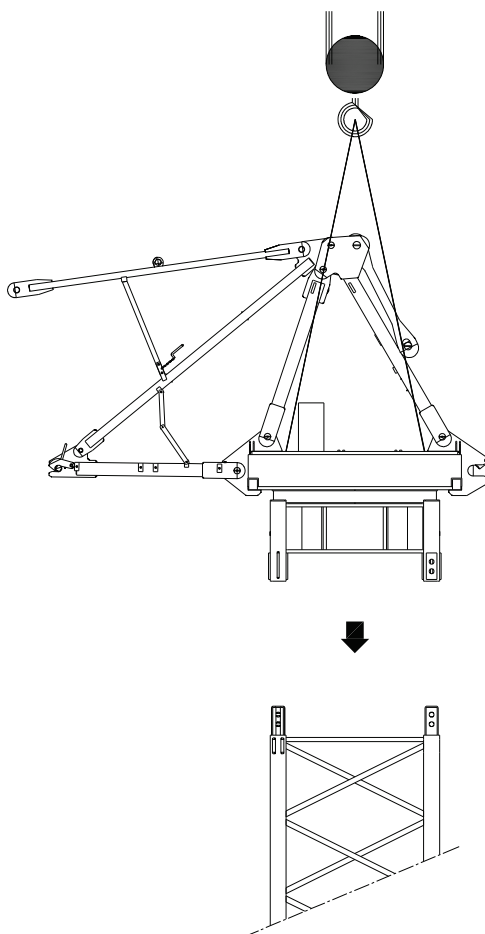

Fig.22
2.3.1. Com a auto grua elevar o cabeçote pelos 4 pontos de elevação fig. 19, fixando-o no topo da torre nos 4 apoios usando as cavi-lhas nº 263 fig. 22